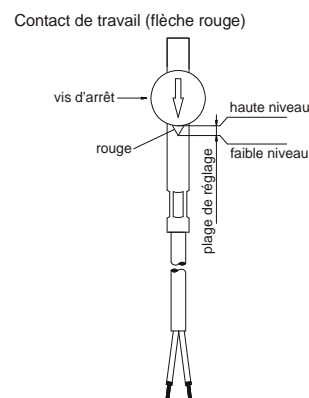
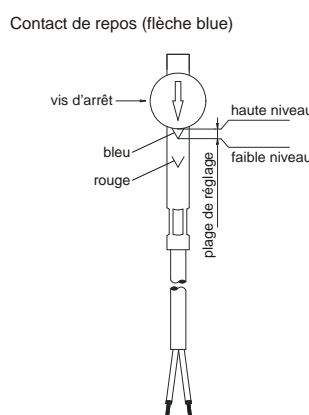

Fig. 17
Fig. 18
- Déplacer l'unité de commutation jusqu'à ce que la flèche rouge soit visible à l'entrée du guidage de l'unité de commutation si un contact de travail est désiré (→ Fig. 17) et la flèche bleue si un contact de repos désiré (→ Fig. 18).